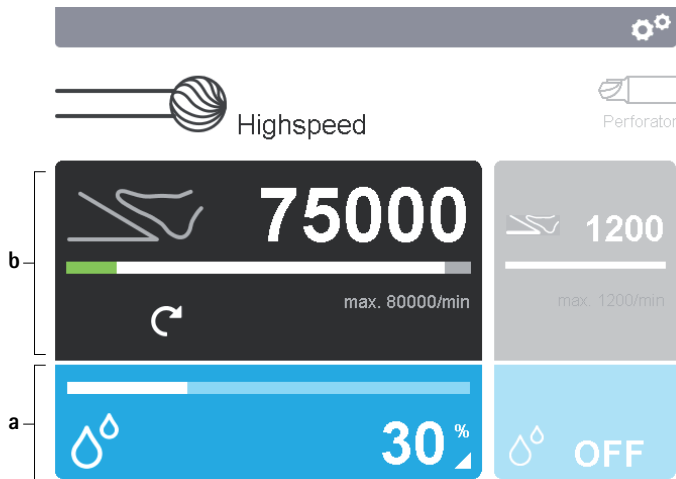

Abb. 5 Bedienfelder aktivieren
- Einstellparameter Anwendungsteil ändern: Anwendungsteil-Bedienfeld **a** im Display 2 betätigen, siehe Abb. 5.